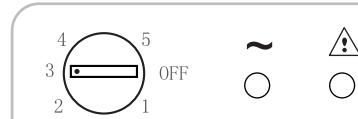

Fig. 3
- 1) Tourner le bouton en position « 0 » (Fig. 3).